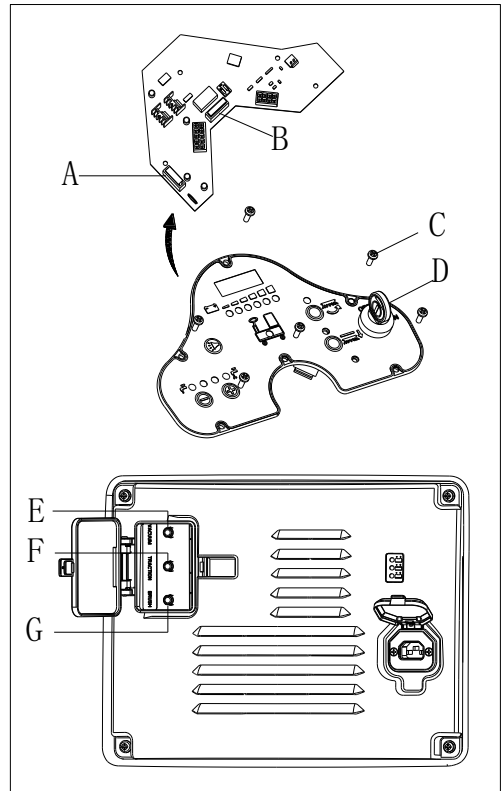

Abbildung 24
1. Drehen Sie den Schlüsselschalter (D, Abbildung 24) in die „AUS“ Stellung.
3. Lösen Sie die Schrauben (C) der Bedienfläche und drehen Sie die Platine um, um die Sicherungen (A und B) zu finden.